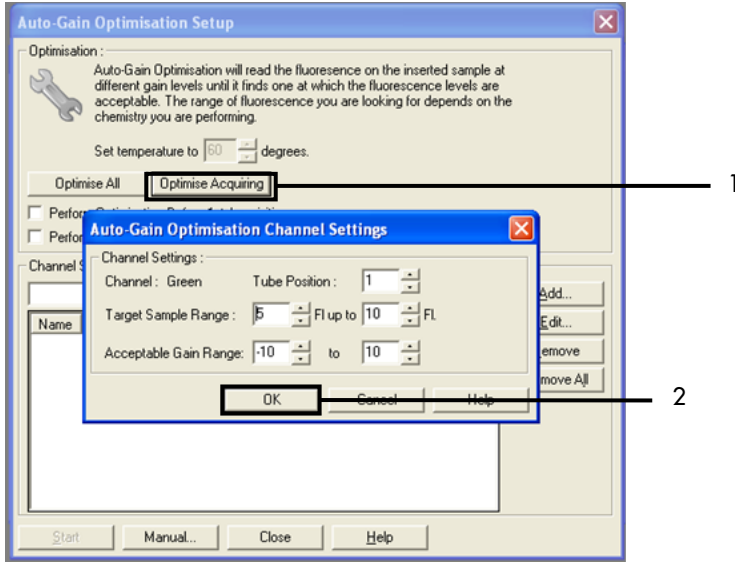

Figure 30. Optimisation du gain automatique pour le canal Green. 1 = « Optimise Acquiring » (Optimiser l'acquisition) ; 2 = bouton « OK ».
13. Cliquer sur Optimise Acquiring (Optimiser l'acquisition). Les paramètres de chaque canal sont affichés. Cliquer sur OK pour accepter ces valeurs par défaut pour les deux canaux. (figure 30).